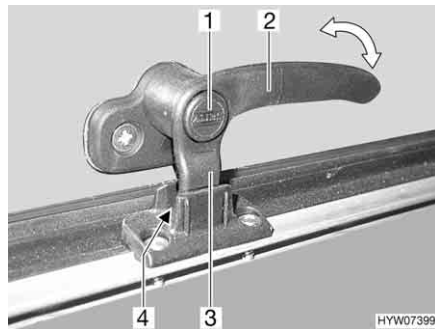
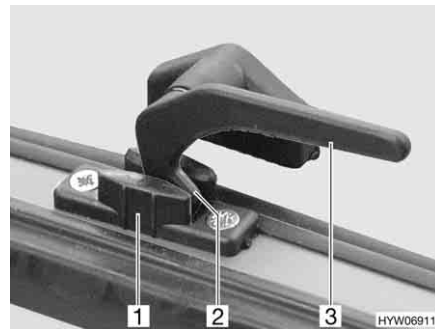

Bild 95 Låsarm med låsknapp i läget "kontinuerlig vädring"
Bild 96 Låsarm i läget "kontinuerlig vädring"
- I läget "kontinuerlig vädring" (Bild 95 och Bild 96)
- Tryck på låsknappen (Bild 95,1) om sådan finns och håll den nedtryckt.
- Sväng låsarmen (Bild 95,2 eller Bild 96,3) ett kvarts varv mot fönstrets mitt.
- Vrid tillbaka låsarmen. Därvid måste låsarmens låsspak (Bild 95,3 eller Bild 96,2) föras in i spåret på fönsterlåsen (Bild 95,4 eller Bild 96,1).
- Släpp låsknappen (Bild 95,1) om sådan finns.